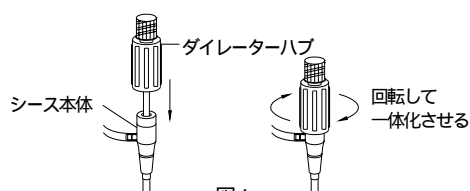

図1
3. シースに段付ダイレターを慎重に挿入し、ダイレターハブを時計方向に回して締め込み、シース本体と一体化する（図1参照）。